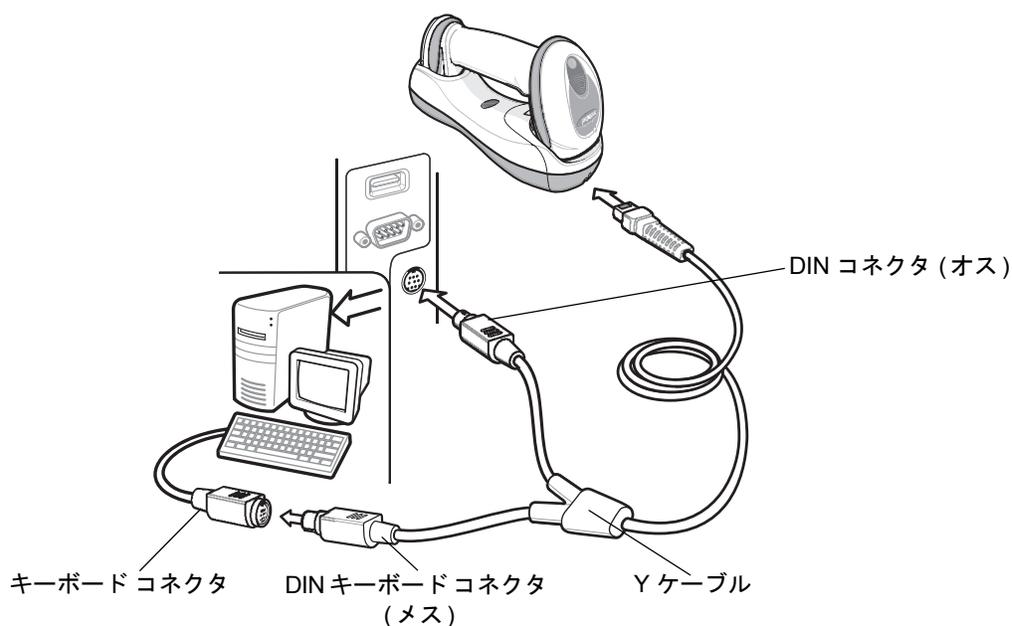

図 9-1 Y ケーブルによるキーボード ウェッジ接続
- ✓ **注** インタフェース ケーブルは構成によって異なります。図 9-1 に示したコネクタは一例です。実際には、別のコネクタが使用される場合もありますが、クレードルの接続手順は同じです。